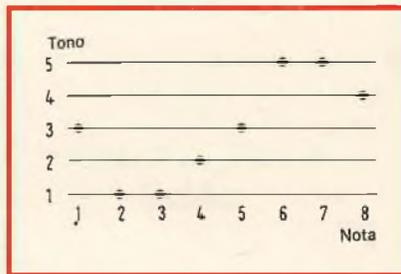

Fig. 3 - Successione dei toni.
3) Programmabilità libera della melodia. Durante la programmazione del generatore di frequenza, si procede opportunamente in modo che si programmano le note saldando i punti corrispondenti come in fig. 3 che mostra l'esempio per la marcia River Kwai.